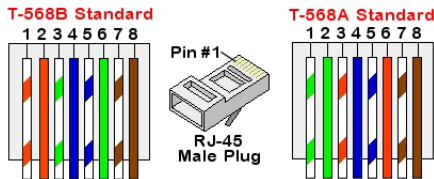

Figura 17: Cablaggio standard
- c. Inserire gli otto fili in un connettore RJ45 come indicato nella *Figura 17*.
7. Per il lato switch/router, utilizzare un cavo precrimpato o usare una pinza per crimpatura per preparare un connettore di comunicazione RJ45. Inserire gli otto fili nel connettore RJ45 nello stesso ordine indicato in alto (*Figura 17*).
- b. Attivare (ON) l'alimentazione CA all'inverter usando il sezionatore sul quadro principale.